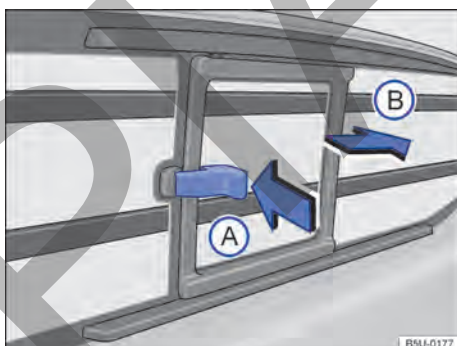

Fig. 56 En el compartimento de carga: apertura del vidrio corredizo.
Presionar el cierre en el sentido de la flecha → fig. 56 (A) y al mismo tiempo mover el vidrio en el sentido de la flecha (B).